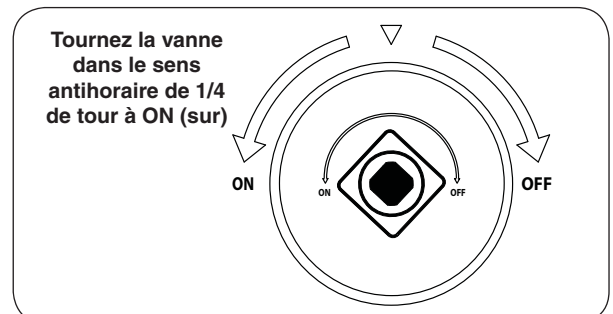

Fig. 30-2 SUR/ÉTEINDRE vanne clé détail
2. Tournez la SUR/ÉTEINDRE vanne clé de la hauteur dans le sens antihoraire de 1/4 de tour à la position **ON** (sur) (Fig. 30-2).